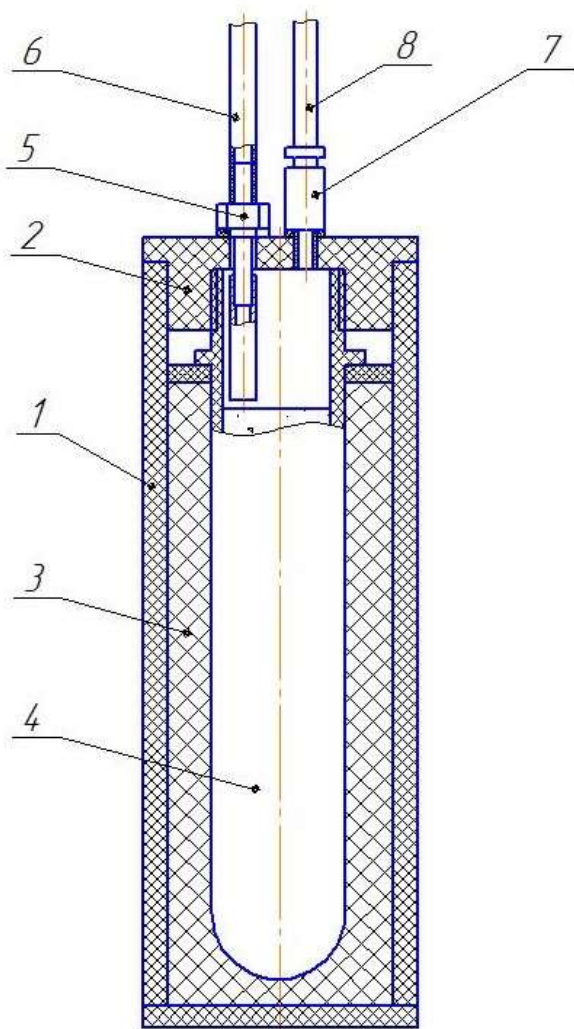

Рис. 1. Устройство очистки фотоионизационного детектора
1.2. Внешний вид устройства в рабочем состоянии представлен на рис. 1.